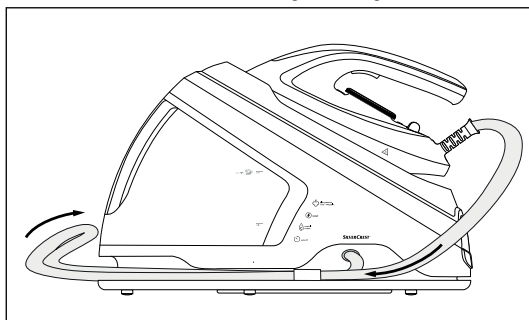
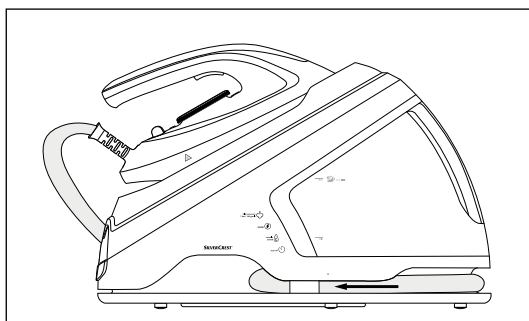

Fig. 15
Fig. 16
- ◆ Unire il flessibile di collegamento ⑤ al centro e infilarlo nella cavità presente nella stazione di base (vedere fig. 15 e fig. 16).